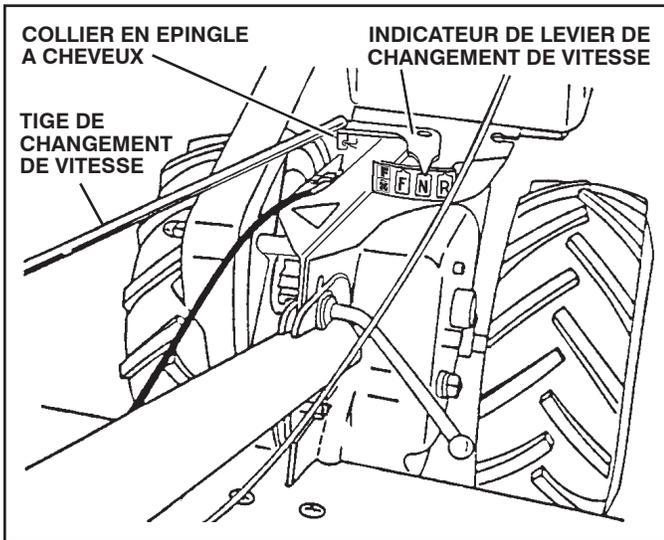

Fig. 7
## RACCORDER LA TIGE DE CHANGEMENT DE VITESSE (Voir la fig. 7)
- Assurez-vous que l'indicateur de levier de changement de vitesse est en position point mort ("N") (Voir la fig. 7).